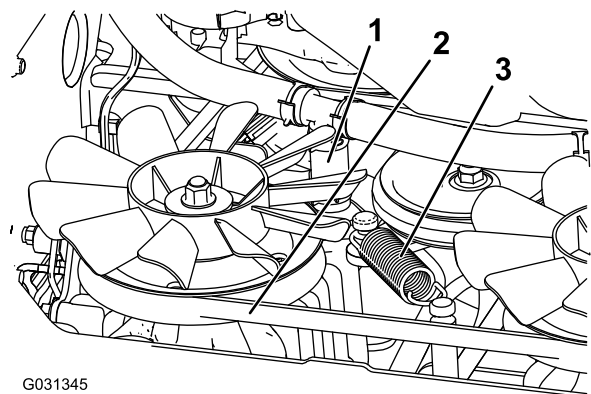

**Figura 80**
3. Individuate i tappi di spurgo sul fondo della trasmissione e posizionate una bacinella di spurgo sotto il tappo (Figura 80).